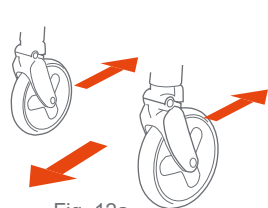

Fig. 12a
- Tirare indietro il passeggino di alcuni centimetri, in modo che le ruote anteriori puntino in avanti (Fig. 12a).